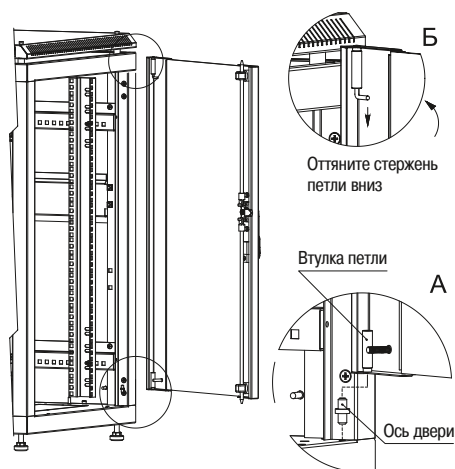

Рисунок 13 – Установка дверей
3.3.4 Вставьте ось в круглое технологическое отверстие в основании близ стойки, наденьте втулку петли на подпятник (действие А). Оттяните стержень петли вниз (действие Б), зашелкните колпачок петли в отверстии на верхнем основании (рисунок 13). Закройте дверь на замок. При правильном монтаже дверь вращается плавно, запирается без особых усилий.